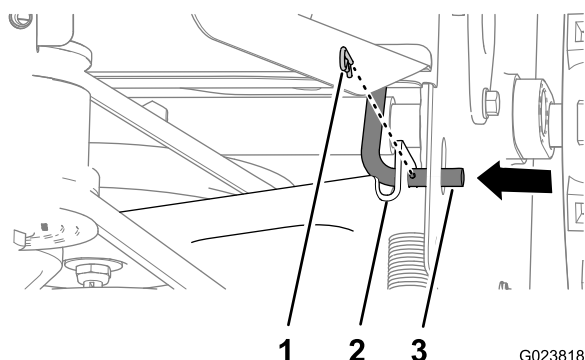

Figura 41
- Retire la varilla de control de tracción del soporte del control de tracción moviendo la varilla hacia dentro (Figura 41).
- Mueva el soporte del control de tracción hacia atrás y alinee el taladro del soporte con la varilla de control de tracción (Figura 41).
- Pase la varilla por el soporte y sujete la varilla con la chaveta (Figura 41).